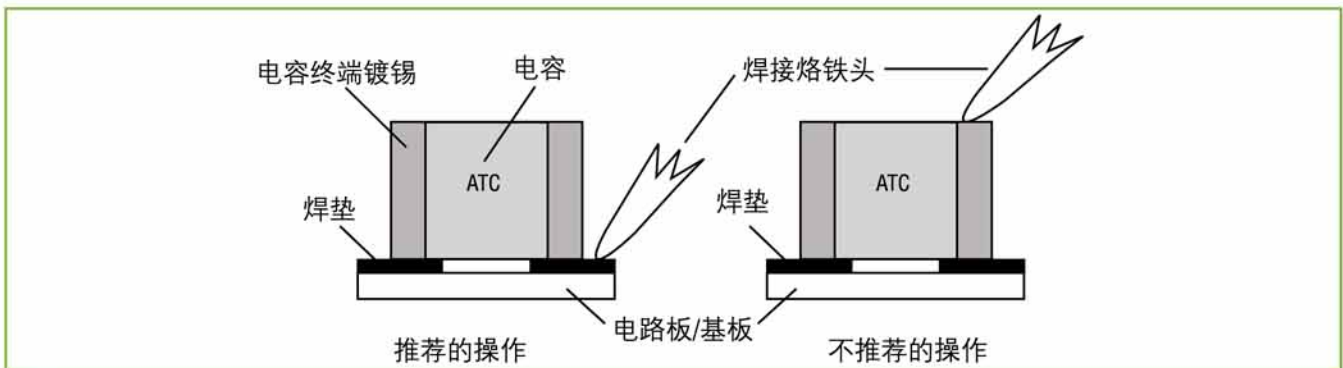

图4 推荐的焊接操作
7. 确保电容平放在线路板上。把烙铁头放在焊垫上, 接近电容终端和焊垫交接处。当焊锡开始流动时, 慢慢把烙铁头移向电容, 一旦焊缝形成就迅速移走烙铁。见图4。